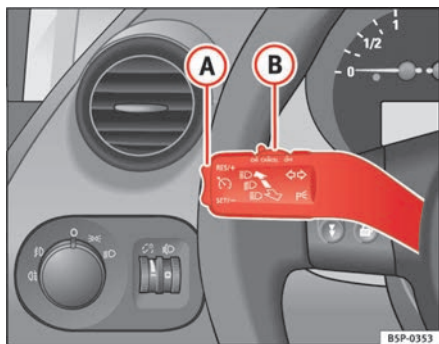

Abb. 147 Blinker- und Fernlichthebel: Schalter und Wippe für die Geschwindigkeitsregelanlage
- Drücken Sie den oberen Teil der Wippe **RES/+** ⇒ Abb. 147 **A**, um die Geschwindigkeit zu erhöhen. Solange Sie die Wippe gedrückt halten, beschleunigt das Fahrzeug. Sobald Sie die Wippe loslassen, wird die neue Geschwindigkeit gespeichert.
Wenn Sie die gespeicherte Geschwindigkeit durch Treten des Bremspedals verringern, ist die Regelung der gespeicherten Geschwindigkeit ausgeschaltet. Sie können durch einmaliges Drücken des oberen Teils der Wippe **RES/+** ⇒ Abb. 147 **A** die Regelung wieder aufnehmen.